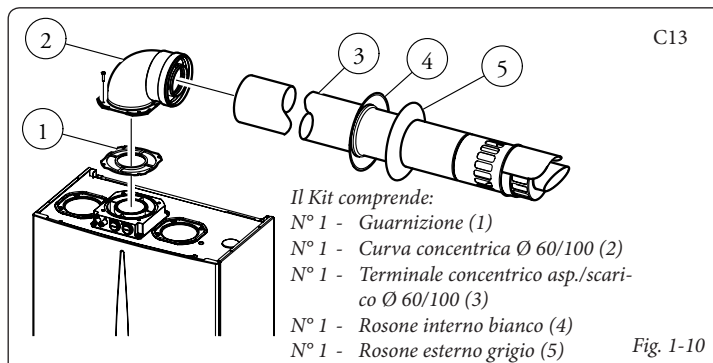

Fig. 1-10
una curva concentrica ad innesto in modo da garantire lo spazio utile per effettuare le prove richieste dalla legge all'atto della prima messa in servizio (Fig. 1-10 ÷ 1-13).
Kit orizzontali di aspirazione - scarico Ø 60/100. Montaggio kit (Fig. 1-10): installare la curva con flangia (2) sul foro centrale della caldaia interponendo la guarnizione (1) (che non necessita di lubrificazione) posizionandola con le sporgenze circolari verso il basso a contatto con la flangia di caldaia e serrare con le viti presenti nel kit. Innestare il tubo terminale concentrico Ø 60/100 (3) con lato maschio (liscio), nel lato femmina della curva (2) sino a portarlo in battuta, accertandosi di avere già inserito il relativo rosone interno ed esterno, in questo modo si otterrà la tenuta e la giunzione degli elementi che compongono il kit.